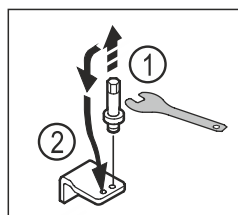

Fig. 17
- Izskrūvējiet apakšējā gultņa balsta tapu ar ārēju sešstūra uzgriežnatslēgu SW5. Fig. 17 (1)
- Ievietojiet tapu pretējā pusē. Fig. 17 (2)